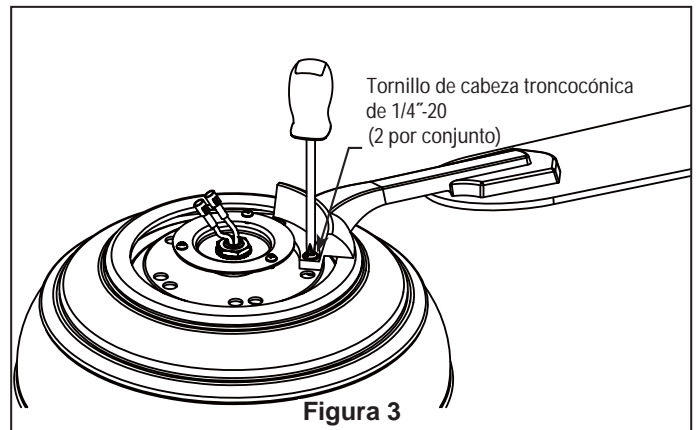

Figura 3
3. Fije los soportes de aspas al soporte del motor mediante los tornillos de 1/4"-20 a través de los orificios ubicados al costado del soporte del motor. (Figura 3)
3. Extraiga uno de los tres tornillos del soporte ubicado en la parte inferior de la unidad del motor. Afloje levemente los otros dos tornillos. Instale la cubierta del interruptor placa de soporte las dos ranuras principales de la placa de conexión. Vuelva a colocar el tercer tornillo y asegure los tres tornillos. (Figura 3)